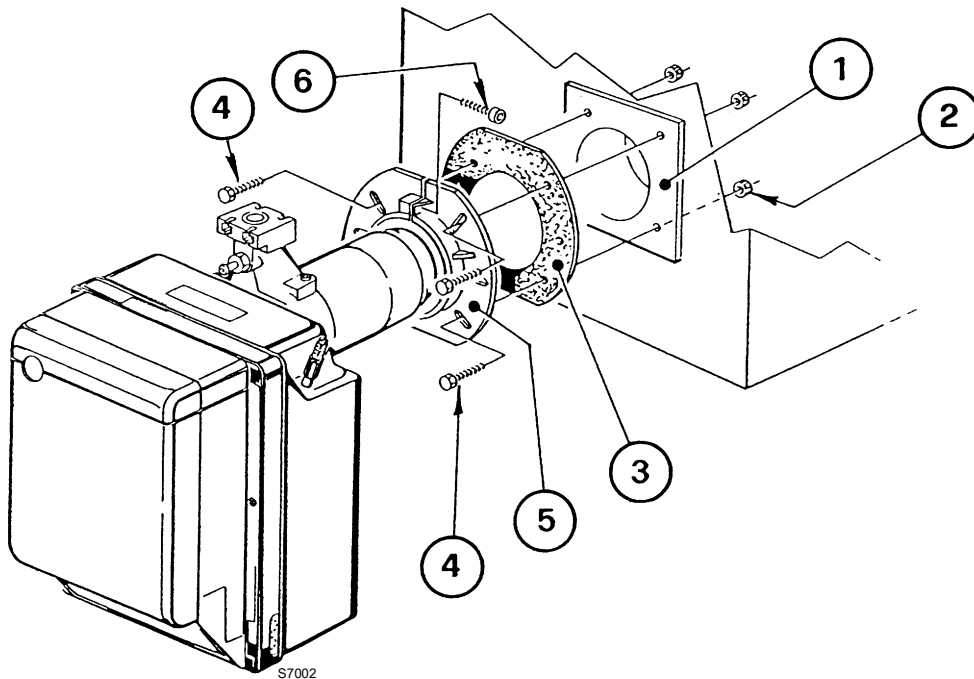

图 12
- 使用螺钉 4) 和 (必要时) 螺母 2) 将法兰 5) 固定到锅炉 1) 的门上) (图 12)，之间放上隔热衬垫 3)，但上面的两个螺钉 4) 之一不要拧紧。